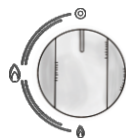
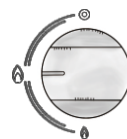

图1
图2
- ▶ 如下图所示,灶具的面板上印有标记,图1表示燃气阀门处于关闭状态,图2表示最大火状态,图3表示内环火最小状态,图4表示旋钮逆时针从0度到90度的过程中,内、外环同时从小火状态到最大火状态,图5表示从大火到最小火的状态,在此过程外环将会熄灭。为了维持热电偶能感应到火焰,内环火在单火焰标记的位置是不能无限小火,请根据你烹调的需要调节火焰大小。